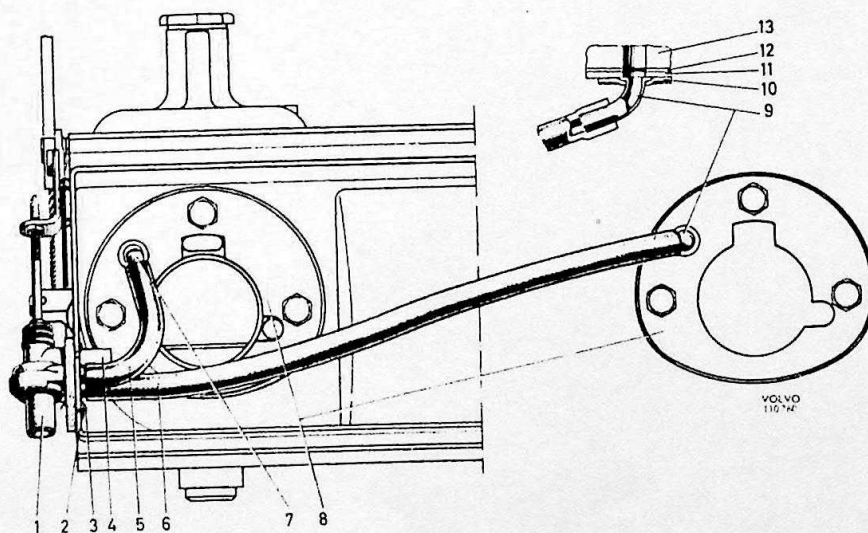
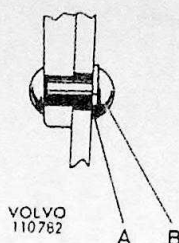

Fig. 5. Slangaansluiting voor de Stromberg karburateur
Fig. 8. A. Ring 955890
2. Druk de drie rechte slangaansluitingen (4, Fig. 5) in de daartoe geboorde gaten in de luchtfilterbak en klink de warmstart-klep hieraan vast met behulp van twee 1/8" aluminium klinknagels. Maak gebruik van de ringen 955890 (zie Fig. 8)
4. Steek de twee slangaansluitingen (7 en 9, Fig. 5) door de daarvoor bestemde gaten in de ringen (8) voor de onderbak. Schuif de slangen (6,5 cm en 23,5 cm) op de betreffende aansluitingen aan de warmstart-klep en vlotterkamerkanalen.